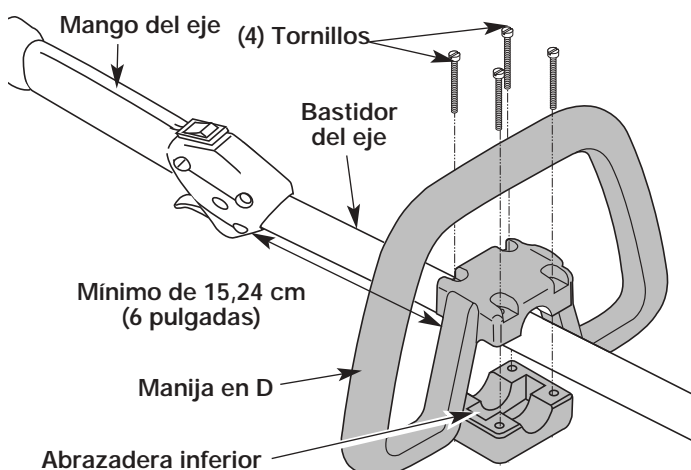

Figure 1
2. Coloque la manija en D por encima del bastidor del eje y sobre la abrazadera inferior (Fig. 1). Colóquela a un mínimo de 15,24 cm (6 pulgadas) desde el extremo del puño del eje.